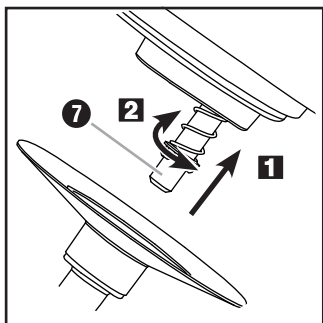

Fig. 2 : Montage des accessoires
- 6) En fonction de la tâche, montez le crochet de pétrissage **10**, le fouet **11** ou le batteur plat **12** sur l'axe d'entraînement **7** (fig. 2) :
- Positionnez le crochet de pétrissage **10**, le fouet **11** ou le batteur plat **12** (ci-après "insert") sur l'axe d'entraînement **7** de manière à ce que les deux tiges métalliques de l'axe d'entraînement **7** entrent dans les évidements sur l'insert **10 11 12** (fig. 2 / **1**).
- Appuyez fortement l'insert **10 11 12** sur l'axe d'entraînement **7**, de manière à ce que le ressort s'enfonce, et tournez en même temps légèrement l'insert **10 11 12** dans le sens antihoraire (sens **2**) (fig. 2 / **2**).